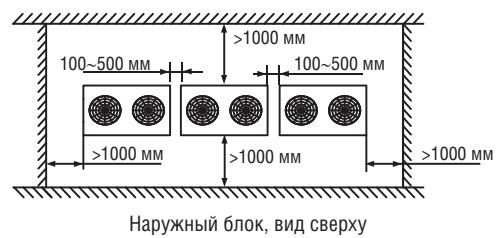

Рис. 4-9
- При установке блока учитывайте пространство, необходимое для технического обслуживания, как показано на рис. 4-9. Установите источник питания рядом с наружным блоком. Информация по монтажу источника питания приведена в соответствующей инструкции.